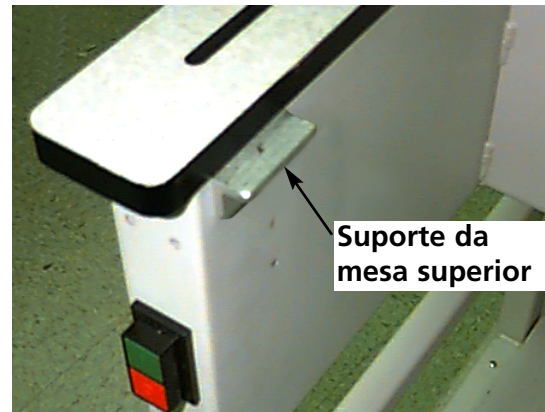

Figura 2-12
1. Subir a mesa de costura fazendo subir a parte da frente da mesa e puxando esta para o operador. Colocar o tampo da mesa nos suportes superiores da mesa (Figura 2-12) e empurrar o tampo da mesa para a parte de trás da máquina. O tampo da mesa encaixará no local correto.